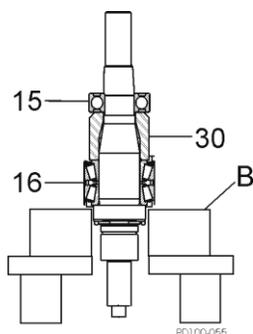

Figure 46 - Retrait des roulements de l'arbre
11. Utilisez une presse hydraulique et des blocs en V (figure 46, élément B) pour retirer les roulements (éléments 15 et 16) et l'entretoise (élément 30)